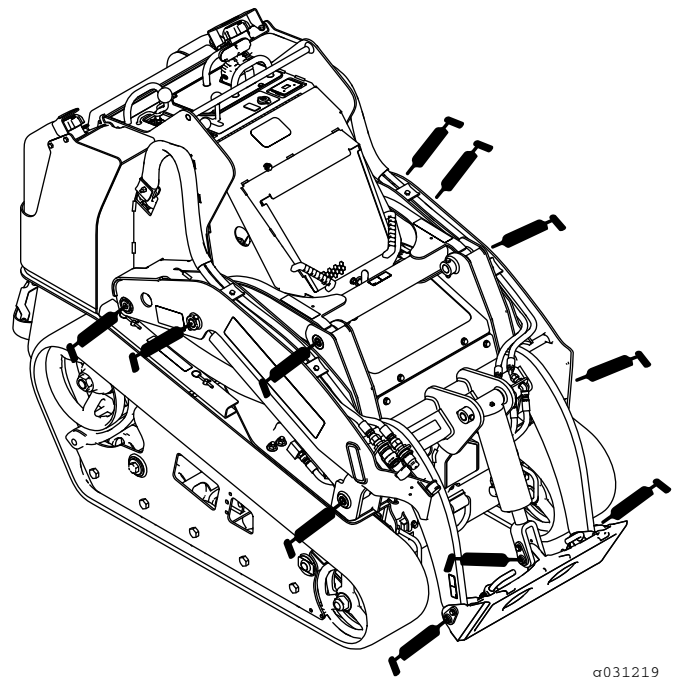
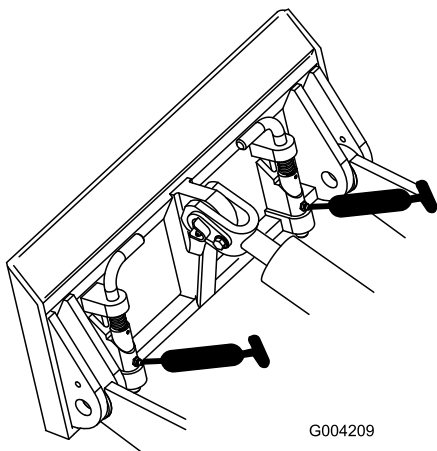
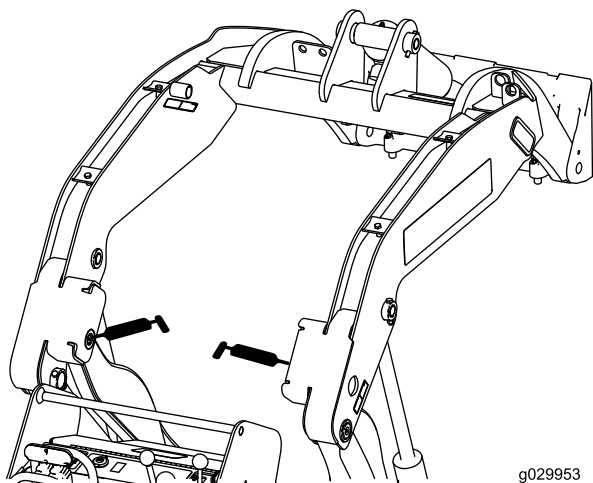

Figure 38
Figure 39
Figure 40
4. Raccordez un pistolet de graissage à chaque graisseur (Figure 38, Figure 39 et Figure 40).
Remarque: Élevez les bras de chargeuse avant de graisser les graisseurs; voir la Figure 40.